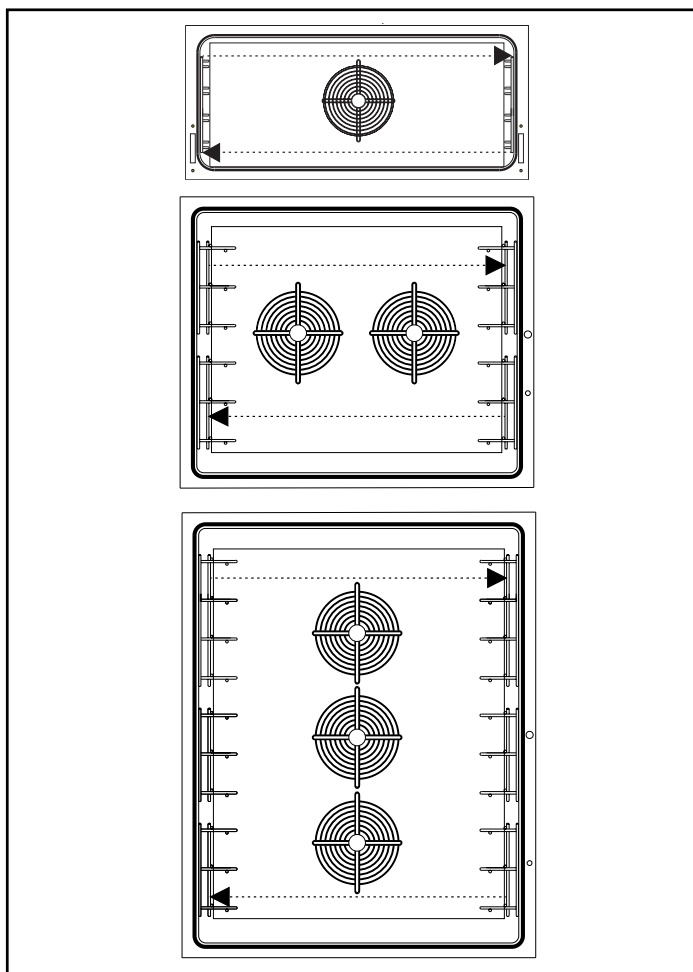

Fig. 4
- Il suffit d'invertir le glisse-grille de droite avec celui de gauche pour obtenir la version gastronomie ou pâtisserie. Il faut dévisser le vis qui bloquent le glisse-grille et inverser la position (Fig. 4).